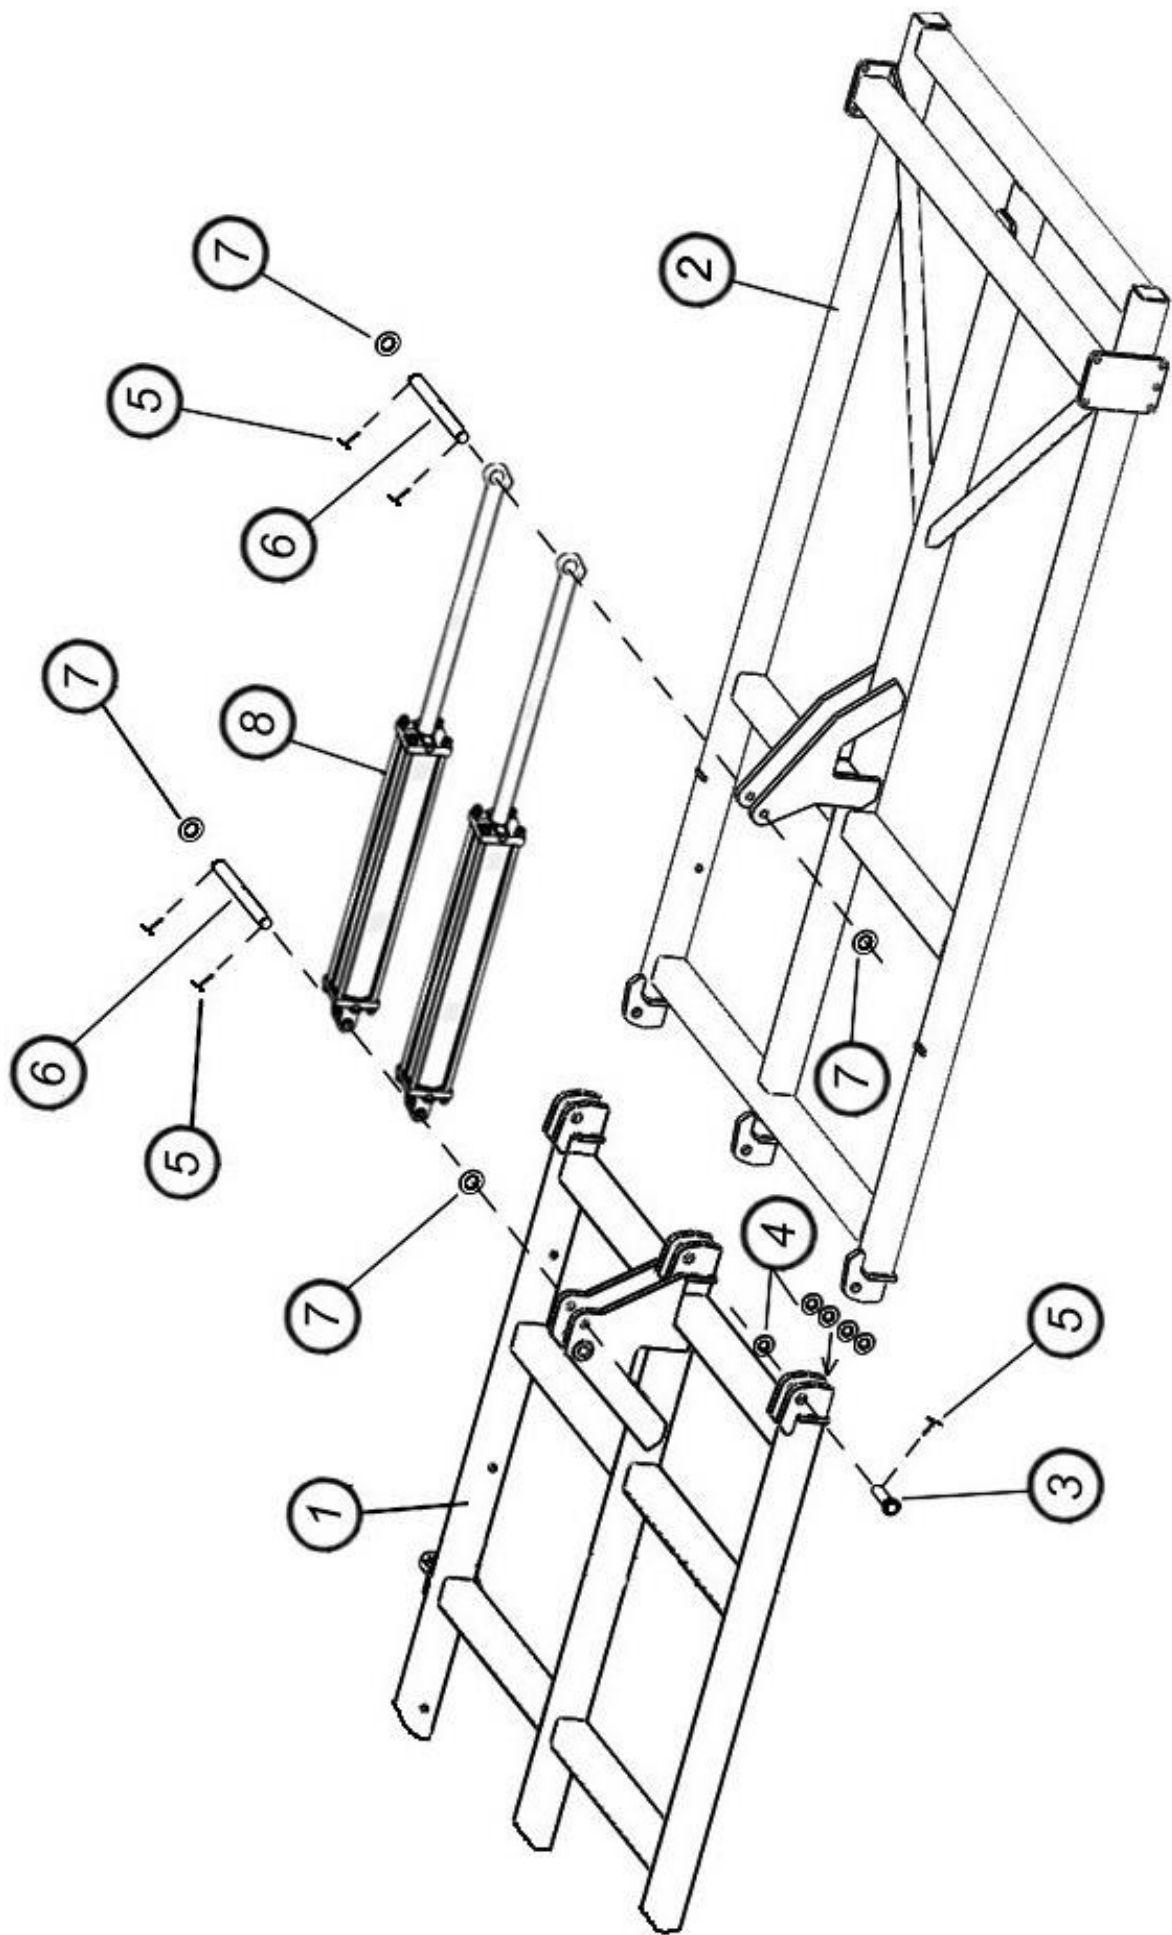

Рис.4.1.7. Сборка крыловой рамы с центральной
4.1.6. Соедините левую и правую боковые рамы («крылья») с главной рамой, установите пальцы 3 диаметром 32мм (6 шт.), шайбы 4 (около 30 шт.) и шплинты 5 Ø5x63 (6 шт.) Между проушинами установите по две (три) шайбы с каждой стороны (рис.4.1.7).
4.1.7. Подъем/опускание крыльев производится при помощи гидроцилиндров 8 (рис.4.1.7), которые крепятся к проушинам главной и боковой рамы при помощи осей 6 Ø25 мм (4 шт.), шайб 7 и шплинтов 5 Ø5x63 мм.